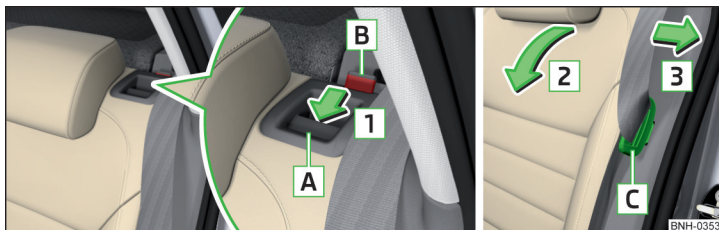

Fig. 59 Rabatarea spre înainte spătarul scaunului/tragerea centurii de siguranță spre capitonajul lateral și reglarea disponibilității centurii de siguranță
- Introduceți clema de fixare a centurii de siguranță **C** în orificiul din capitonajul lateral - Reglarea disponibilității » fig. 59.
- Introduceți elementele de fixare **C** ale centurilor de siguranță exterioare în orificiile din capitonajul lateral - Reglarea disponibilității » fig. 59.
- Trageți centura de siguranță spate exterioară înspre capitonajul lateral, în sensul săgeții **3** » fig. 59.